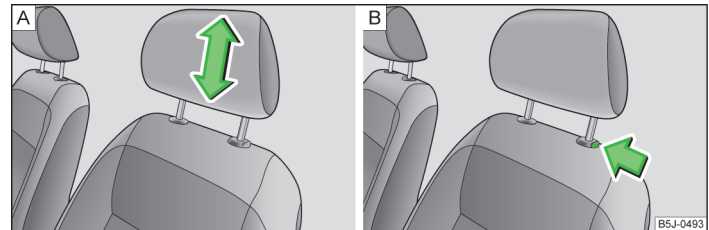

Abb. 38 Kopfstütze: Einstellen / Ausbauen
- Die Kopfstütze seitlich mit beiden Händen anfassen und diese je nach Wunsch nach oben schieben » Abb. 38 - A.
- Möchte man die Kopfstütze nach unten verschieben, dann die Sicherungstaste » Abb. 38 - B mit einer Hand drücken und gedrückt halten, und mit der anderen Hand die Kopfstütze nach unten drücken.
- Die Sicherungstaste in Pfeilrichtung drücken » Abb. 38 - B und die Kopfstütze herausziehen.